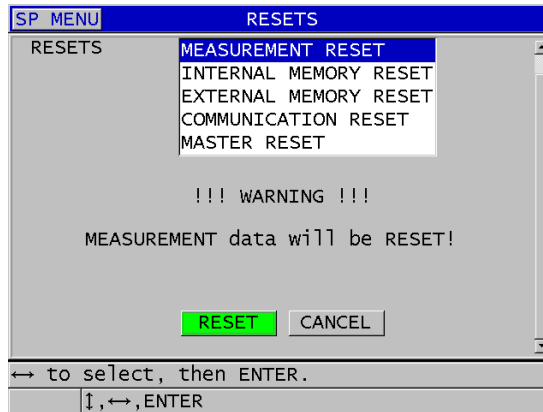

Figura 15-1 Ativar função restaurar
3. Na tela **RESETS** (REDEFINIÇÕES) (consulte Figura 15-1 na página 303):